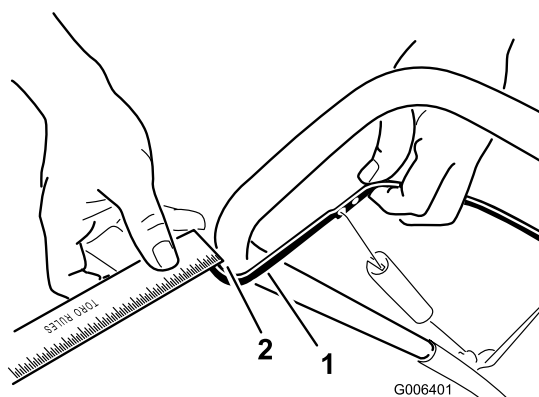

Figure 18
Rapprochez la barre de commande du guidon pour tendre le câble de commande (Figure 18).
Remarque: Vérifiez que la barre de commande et le guidon sont espacés de 2 à 3 mm (1/16 à 1/8 po) (Figure 18).
2. Accrochez le raccord en Z à un trou plus haut ou plus bas sur la biellette de réglage de manière à obtenir un espace de 2 à 3 mm (1/16 à 1/8 po) entre la barre de commande et le guidon (Figure 18).